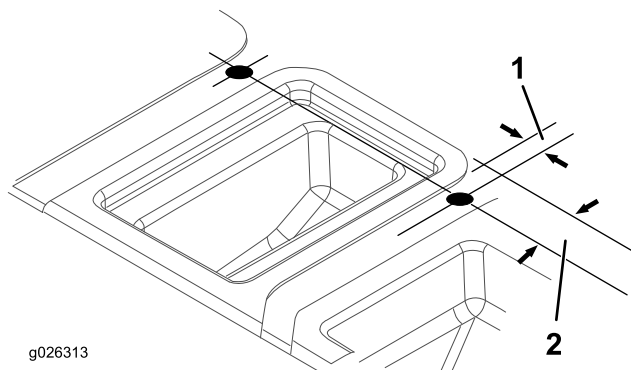

Bild 9
7. Verwenden Sie die Werte in Bild 9 und markieren und bohren Sie zwei Löcher oben in die Sitzabdeckung.